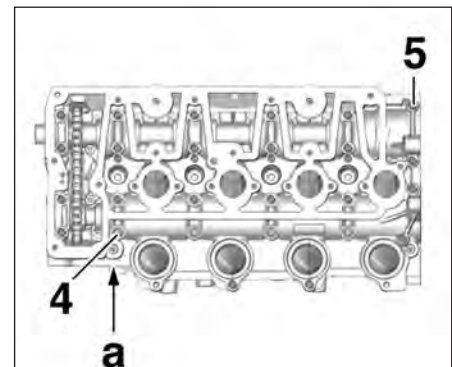

FIG.82
- les 4 vis (4) et les 22 vis (5) du carter de palier d'arbres à cames (Fig.82),